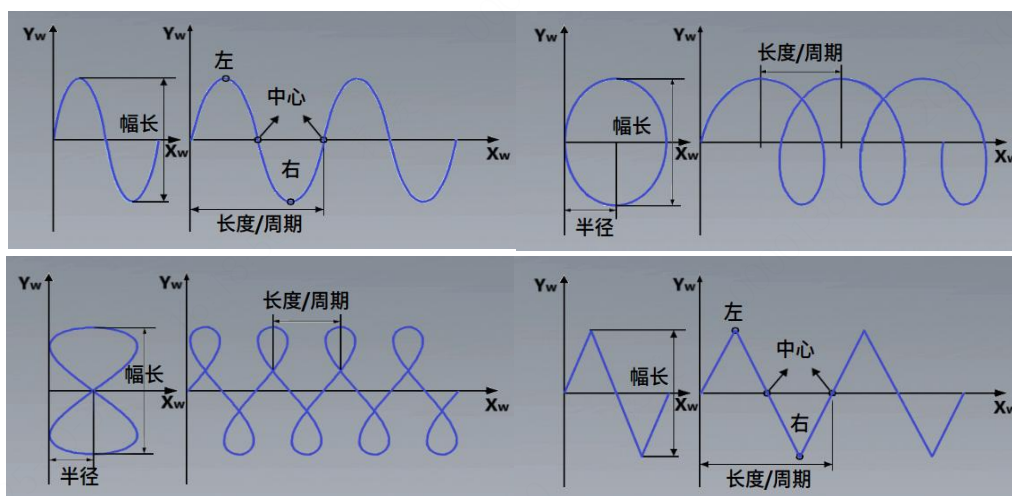

图 3-15 摆弧形状：正弦（左上）/圆弧（右上）/8 字（左下）/Z 字（右下）
- (1) 编号：摆弧文件编号，最多可以同时保存 100 组摆弧文件。范围：0-99。
- (2) 摆弧基准：摆弧设置的基准，分为长度和周期，长度表示机器人周期运行的长度距离进行设置，周期表示机器人摆弧按周期运行频率进行设置。目前只支持周期。
- (3) 坐标系平面：分为工具和路径，详细见摆弧坐标章节。
- (4) 摆弧形状：摆弧形状是摆弧的轨迹，分为正弦、圆弧、8 字和 Z 字，如下图 3-15 所示。切换后可在示教器上查看对应波形形状。